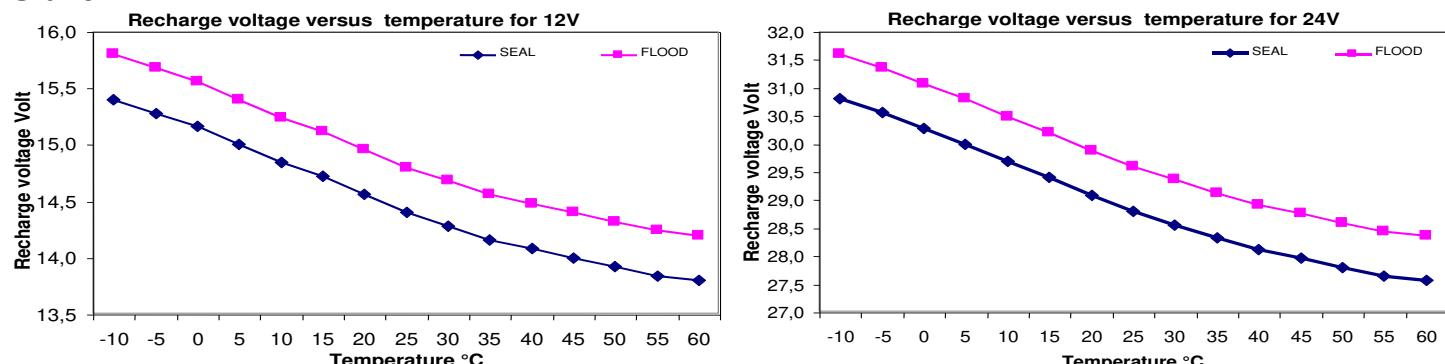

Fig.3 Curva di compensazione della tensione di ricarica Veoc in funzione della temperatura di batteria
*Le tensioni di ricarica relative a ciascuno dei programmi sono indicate nelle successive Fig.3 e Tab.4 e vanno scelti in accordo con le indicazioni del costruttore della batteria.